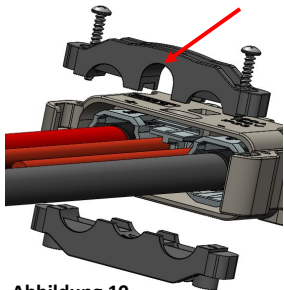

Abbildung 10
- Obere und untere Klammer an den offenen Stützen auf der Kabelseite des Gehäuses ausrichten (beachten Sie, dass die obere Klammer ein größeres „U“ hat und sich auf der Seite der Polaritätskennzeichen befinden sollte) (Abbildung 10)
- Auf ein Drehmoment von 0,7 bis 1,0 Nm anziehen (Abbildung 10)